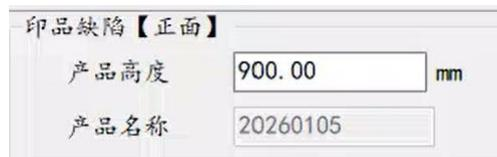

图 16
2) 填写“产品信息”；产品信息包含产品高度和产品名称。印品料产品高度需输入此印品印刷最小重复高度或称版周长，而印品信息选择为透明料时产品高度将会由检测软件自动固定。产品名称可以根据具体情况进行填写，可以包含数字、字母及汉字，如图 16。